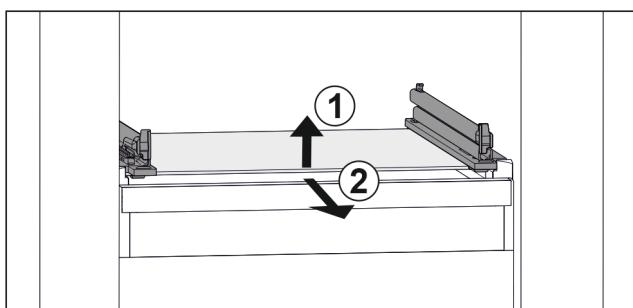

Fig. 25 Príklad zobrazenia sklenenej dosky
- Nadvihnite sklenenú dosku vpred. Fig. 25 (1)
- Odoberte sklenenú dosku dopredu. Fig. 25 (2)